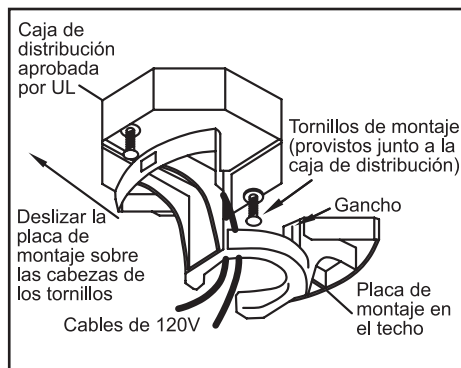

Figura 5
1. Pasa los cables de suministro de 120 voltios a través del orificio central de la placa de montaje del techo como se muestra en la Figura 5.
2. Instala la placa de montaje del techo en la caja eléctrica deslizándola sobre los dos tornillos provistos con la caja eléctrica (Figura 5). Cuando uses un montaje cerca del techo, es importante que la placa de montaje esté nivelada. Si es necesario, usa arandelas niveladoras (no incluidas) entre el soporte de montaje y la caja eléctrica. Nota que el lado plano del soporte de montaje está hacia la caja eléctrica (figura 5).